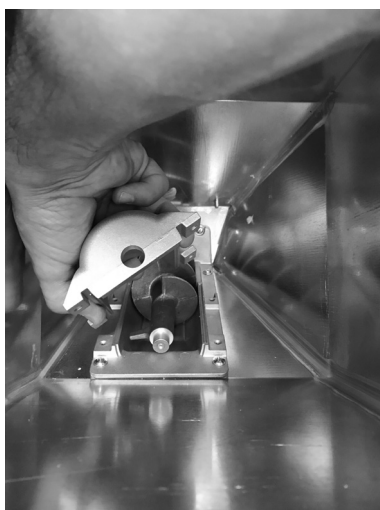

Fig. 28 - Fjern skærmen
- Fjern skærmen (se **Fig. 28**).